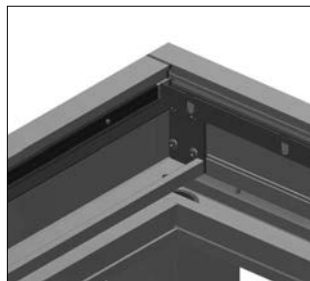

Abb. 82
- » nehmen Sie den Abschlusslamellenwinkel und befestigen (vorbohren) Sie ihn am motor- gegenüberliegendem Stirnprofil Vorn mit der Bohrschraube (Abbildung 82)